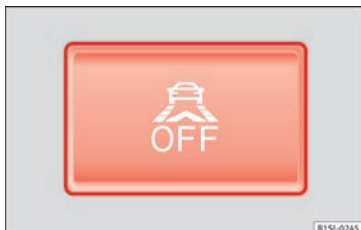

Fig. 90 Nella parte inferiore della console centrale: tasto per la funzione di frenata di emergenza City.
- Premere il tasto »» **fig. 90** nella console centrale.